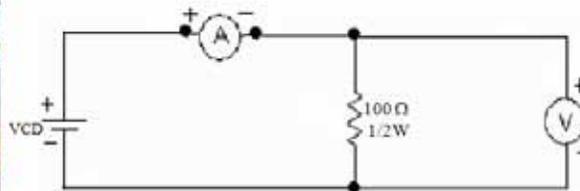

Figura 4.6. Potencia eléctrica en una resistencia
h) Arme el circuito mostrado en la figura 4.6.